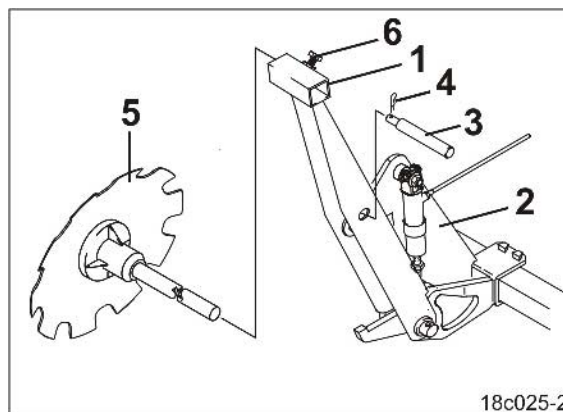

Fig. 201
2. Sæt sporskiveholderen (Fig. 201/1) fast på transportholderne (Fig. 201/2).
3. Sikr bolten (Fig. 201/3) med fjedersplitter (Fig. 201/4).
4. Løsn fastgørelsesskruen (Fig. 201/6).
5. Træk sporskiven (Fig. 201/5) ud af sporskiveholderen (Fig. 201/1), og før den med i et egnet opbevaringsrum.